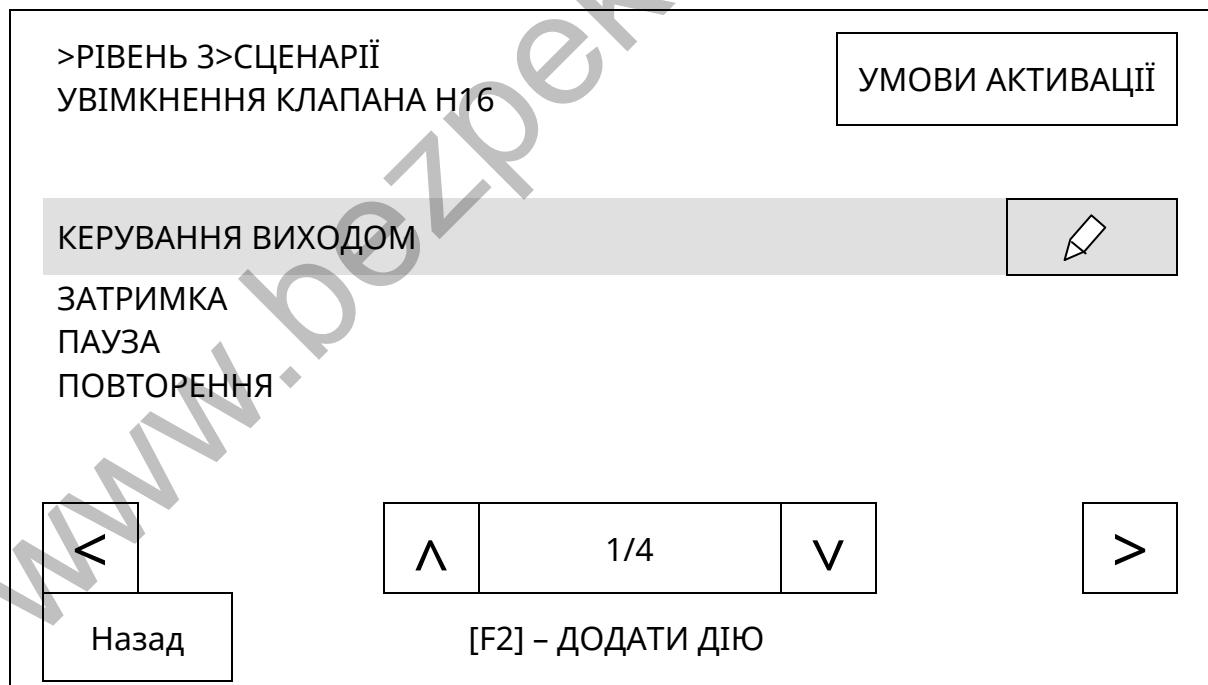
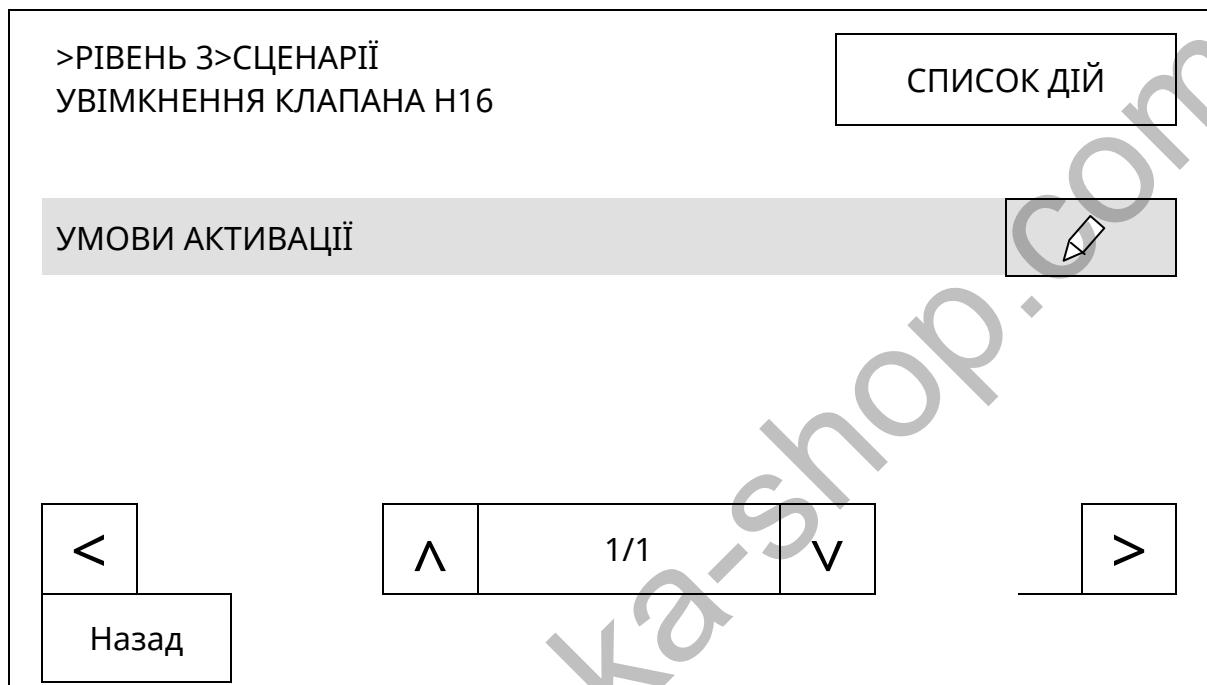
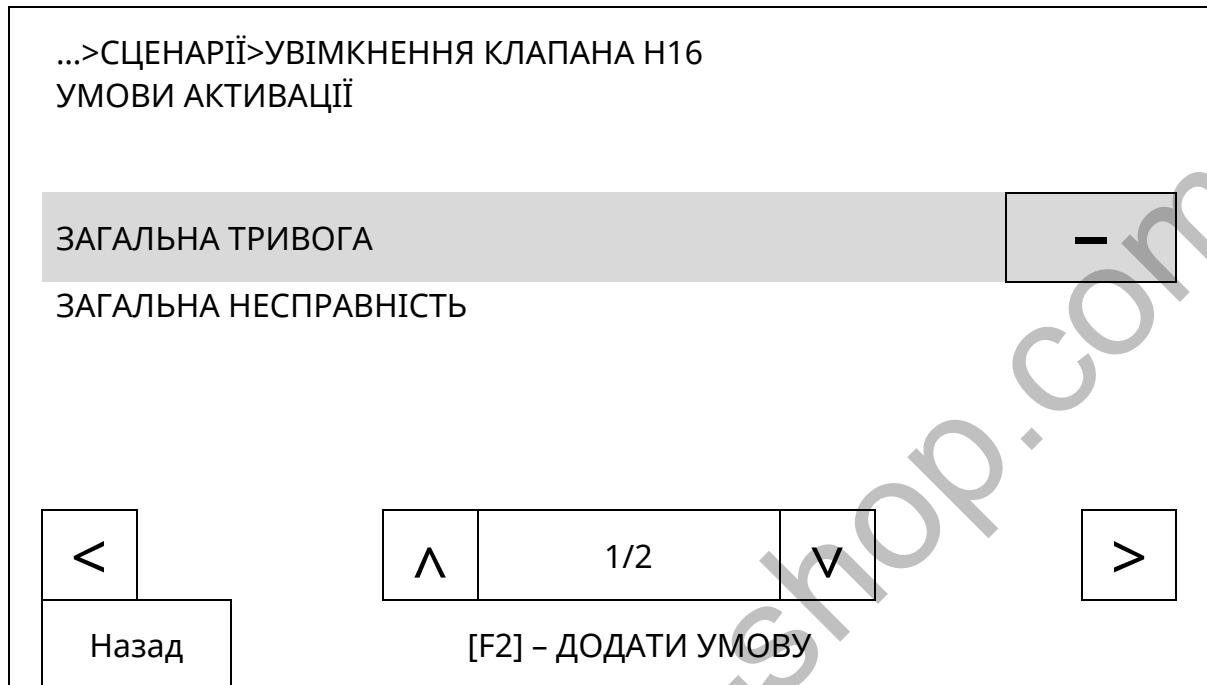

Рисунок 10.16.3 - Список дій в сценарії
Рисунок 10.16.4 - Перехід до налаштування умов виконання дій
Рисунок 10.16.5 - Перелік умов початку виконання дії
Щоб вибрати чергову дію в сценарії, необхідно доторкнутися до відповідного поля, або, якщо потрібно вийти зі списку без вибору, доторкнутися до кнопки вгорі справа у вікні. На рис. 10.16.3 показаний приклад відображення переліку дій в сценарії.
10.16.2.2 Якщо на рис. 10.16.3 у виділеному рядку з дією доторкнутися до кнопки [▷], відкривається вікно налаштувань параметрів цієї дії:
10.16.3.1 Після створення переліку дій в сценарій необхідно додати умови для його виконання. У вікні рис. 10.16.3 необхідно доторкнутися до кнопки [УМОВИ АКТИВАЦІЇ]. Результат зображенний на рис. 10.16.4.
Якщо доторкнутися до кнопки [] у виділеному рядку (рис. 10.16.4), то відкривається вікно загальних налаштувань умов активації сценарію:
- тип логіки – «АБО» (за замовчуванням) та «І». Якщо вибрана логіка «АБО», то сценарій активується при існуванні будь-якої з умов зі списку (рис. 10.16.5), якщо вибрана логіка «І», то сценарій активується тільки при існуванні всіх умов зі списку;
10.16.3.2 Якщо у вікні рис. 10.16.4 доторкнутися до кнопки виділеного рядка «УМОВИ АКТИВАЦІЇ», відкривається вікно рис.10.16.5, в якому формують перелік умов активації сценарію. За замовчування в переліку жодної умови немає. Для додавання умов в перелік необхідно натиснути кнопку F2 на передній панелі ППКП (виконати дію [**F2 - додати умову**]).
Деякі з умов передбачають попереднє налаштування параметрів. Для переходу до налаштування умови потрібно в переліку (рис. 10.16.5) виділити потрібний рядок і доторкнутися до нього.